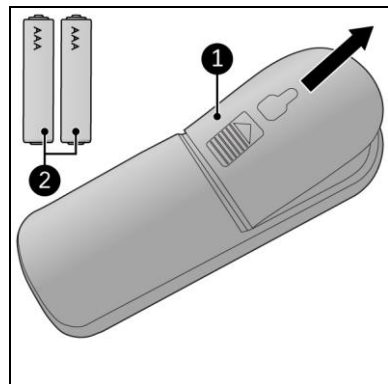

Figure 10
1. Retirez le couvercle (figure 10, pos. 1).
3. Insérez deux piles (AAA 1,5 V) (figure 10, pos. 2) comme indiqué dans le compartiment à piles. Veillez à insérer les piles correctement.
5. Retirez les piles (figure 10, pos. 2) de la télécommande.